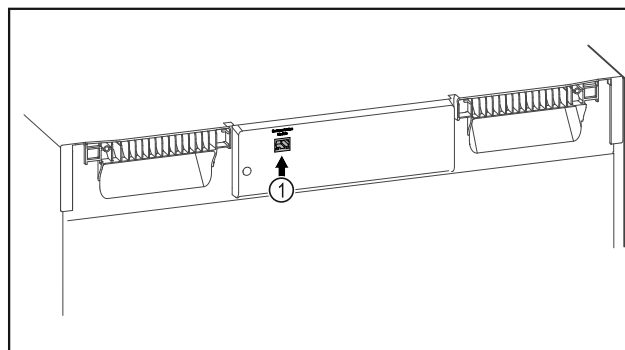

Fig. 157
- SmartModule Fig. 157 (1) è inserito.